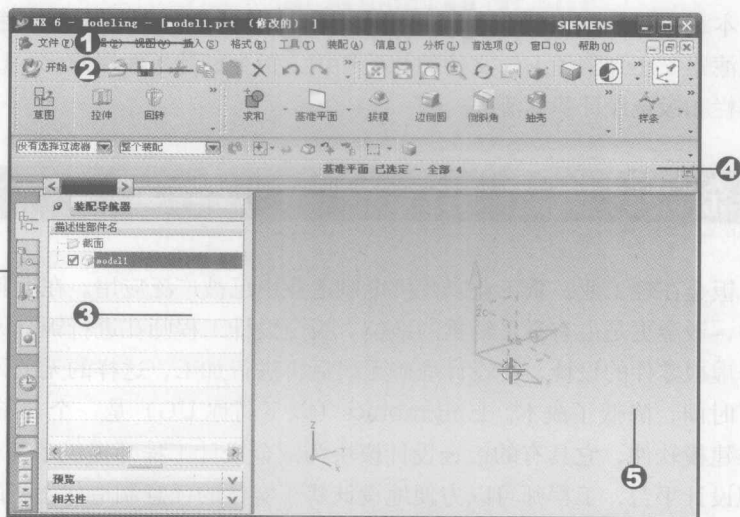
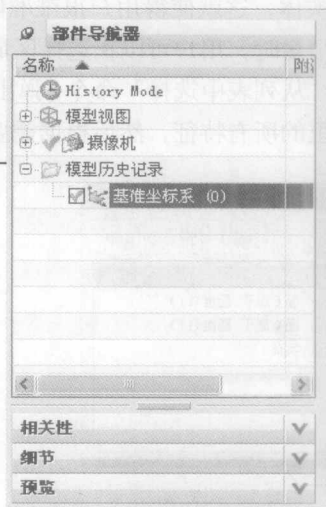
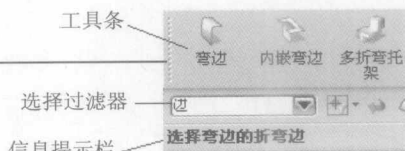

图 1-2
图 1-3
图 1-8
UG NX 6.0 的主窗口由菜单栏 (①)、工具栏 (②)、导航区 (③)、信息提示栏 (④) 和绘图区 (⑤) 组成, 如图 1-2 所示。
在如图 1-2 所示的 UG NX 6.0 主窗口中，单击“部件导航器”按钮, 会展开如图 1-3 所示的“部件导航器”对话框，里面包含了已经建立的各个特征，用户可以通过勾选或者取消勾选每个特征前面的复选框来显示或者取消显示各个特征，还可以选择需要编辑的特征，通过右击对特征参数进行编辑。
在对一个实体进行编辑时,这个实体往往包含了很多特征,如实体、边缘、曲线、点、草图等,如果需要对其中某一特征进行批量选择,按照上文中介绍的“快速拾取”方法选择效率就比较低了,这时可以用选择过滤器来完美地解决这一问题。选择过滤器位于主界面(见图 1-2)中的“信息提示栏”上方,如图 1-8 所示。例如,仅需要对边进行选择时,可以单击“选择过滤器”文本框右边的▼按钮,打开如图 1-9 所示的“选择过滤器”下拉列表,在里面选择“边”选项,这时,当光标在选择区中进行选择时,只有边特征会被加亮,用户就可以很快排除其他干扰,方便地选择边特征了。